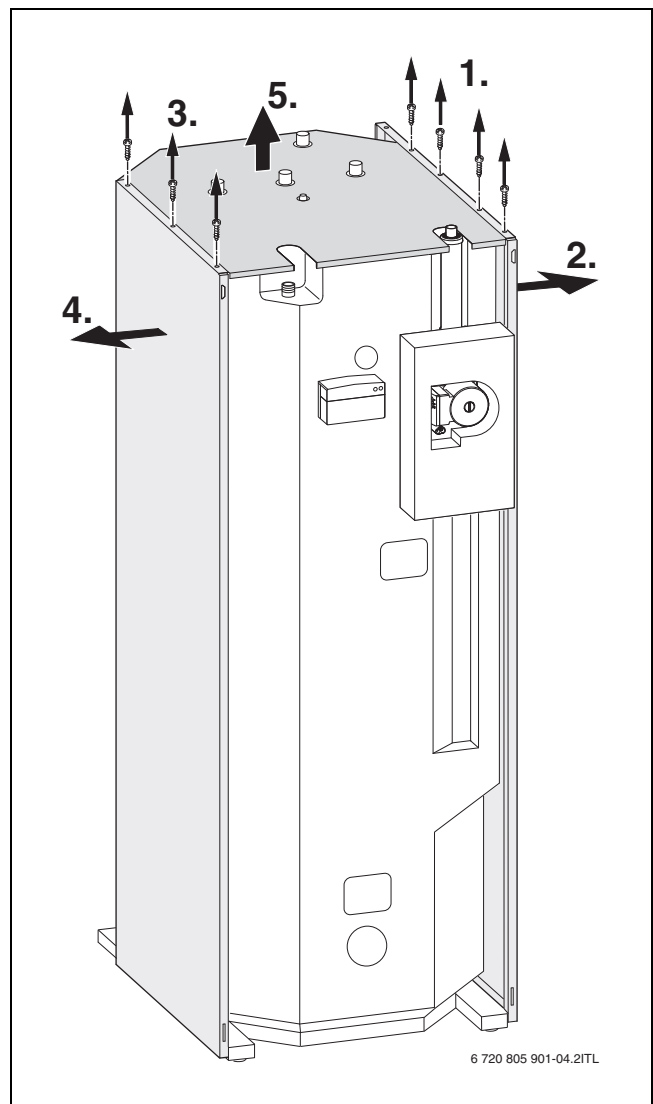

Fig. 9 Ejemplo: montaje de las piezas laterales si el acumulador auxiliar está **colocado a la izquierda**
- ▶ Si el acumulador auxiliar está **colocado a la izquierda**, monte las piezas laterales como se muestra en la fig. 9.